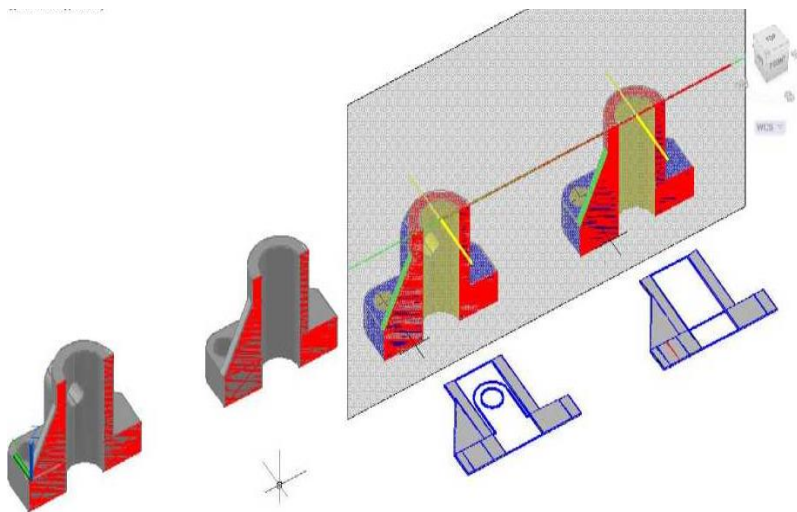

Рис. 52 – Создание 3D блока сечения комбинированного геометрического тела
9. **Построение 3D блока сечения фронтальной секущей плоскостью.** Выделить созданную в пункте 7 секущую плоскость, активизировать стрелку-меню, включить функцию создания 3D блока сечения. Последовательно ответить на подсказки: указать точку расположения сечения на поле чертежа, задать масштаб по оси X и оси Y равным 1, угол поворота – 0° (рисунок 52).